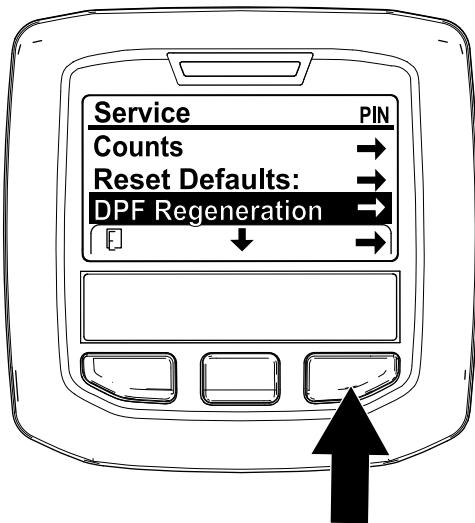

Рисунок 35
- Перейдите к меню Service (Техобслуживание), нажмите среднюю кнопку для прокрутки вниз к опции DPF REGENERATION (РЕГЕНЕРАЦИЯ DPF) (Рисунок 35).
- Нажмите правую кнопку для выбора позиции DPF Regeneration (Регенерация DPF) (Рисунок 35).